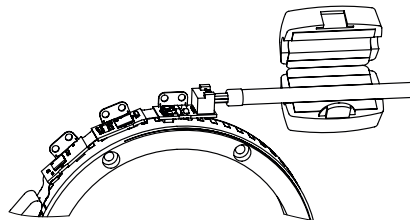

Abb. 5: Ferrit-Hülse
- ▶ Um die erforderliche Störfestigkeit zu erreichen, muss eine Ferrit-Hülse (Art.-Nr. 79179) möglichst nahe am Stecker bzw. an der Nachfolgeelektronik auf dem Kabel montiert sein (siehe Abb. 5).